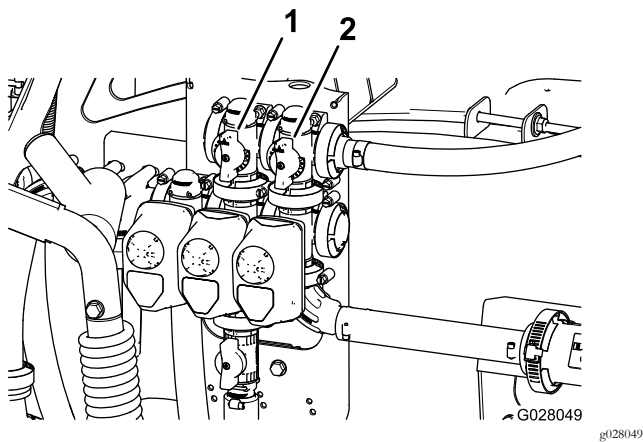

Figura 109
11. Ajuste la válvula de desvío de agitación (Figura 109), situada en la parte trasera de la válvula de agitación, hasta que la presión marcada en el manómetro sea de 6,9 bar.
9. Ajuste la palanca de la válvula de desvío de la válvula maestra para controlar la cantidad de agitación en el depósito (Figura 109).